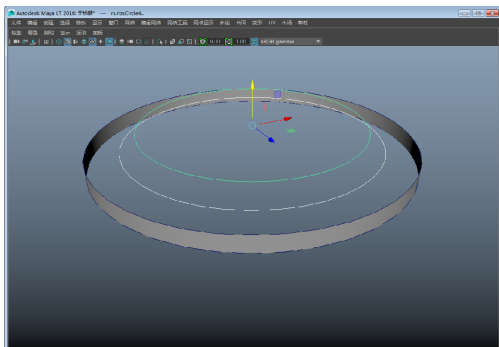

图 3-115 绘制曲线
- 4 使用上述方法，在顶视图中再绘制两个 NURBS 圆，并调整它们的位置。为了使底座细节丰富一些，可以考虑将两个圆的半径值修改一下，使上面的圆小、下面的圆大，如图 3-115 所示。